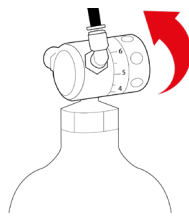

Fig. 6-14
40.9 – Ruotare la manopola di regolazione del riduttore di pressione portandola sul valore impostato precedentemente, vedi fig. 6-14, attendere circa un minuto per fare defluire la pressione all'interno dell'apparecchio. Controllare che non vi siano perdite utilizzando un comune cercafughe spray a base di soluzione saponaria. Nel caso si rilevassero delle lievi perdite di gas ruotare immediatamente la manopola di regolazione del riduttore di pressione sulla posizione OFF.